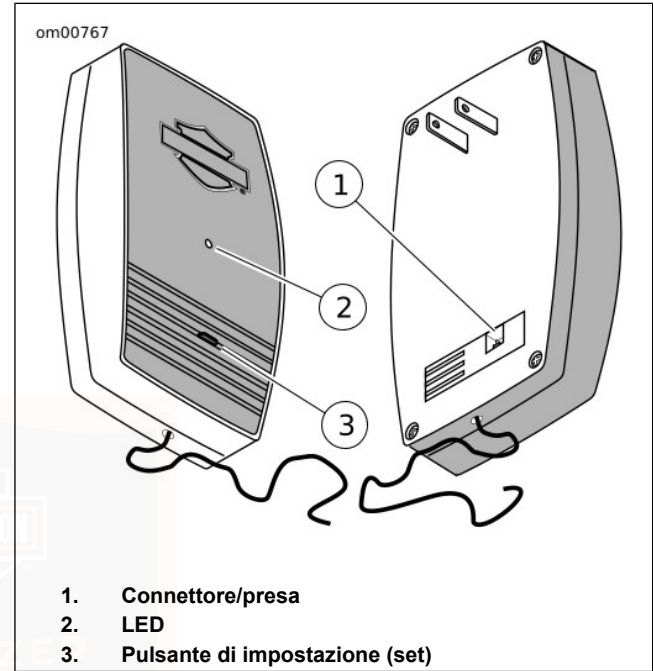

Figura 30. Ricevitore del telecomando di apertura della porta del garage
5. Vedere Figura 30 . Inserire il connettore sui fili del ricevitore nella presa (1) sulla parte posteriore del ricevitore stesso.
2. Vedere Figura 30 . Tenere premuto il pulsante Set (impostazione) (3) sul ricevitore del dispositivo di apertura della porta del garage Harley-Davidson. Il LED (2) lampeggerà con continuità mentre si tiene premuto il pulsante.